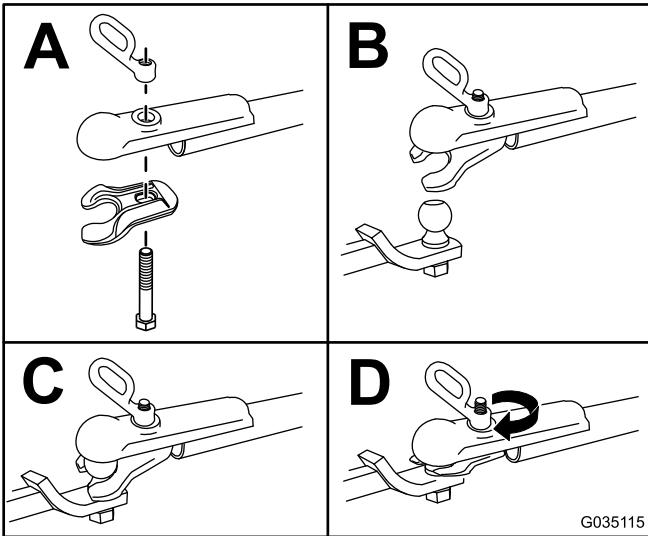

Figure 17
3. Attelez la machine comme montré à la Figure 17.